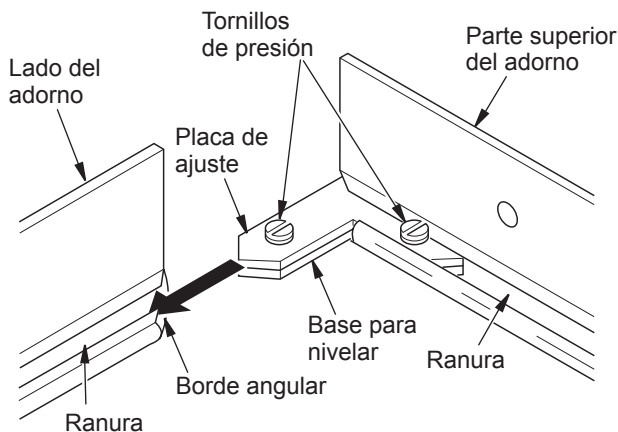

Figura 1 - Armado del adorno
3. Alinee la base para nivelar debajo de la placa de ajuste como se muestra en la figura 1.
4. Deslice un extremo de la placa de ajuste y base para nivelar en la ranura del borde angular de la parte superior del adorno de la chimenea (consulte la figura 1).
5. Deslice el otro extremo de la placa de ajuste y base para nivelar en la ranura del borde angular del adorno de la chimenea (consulte la figura 1).